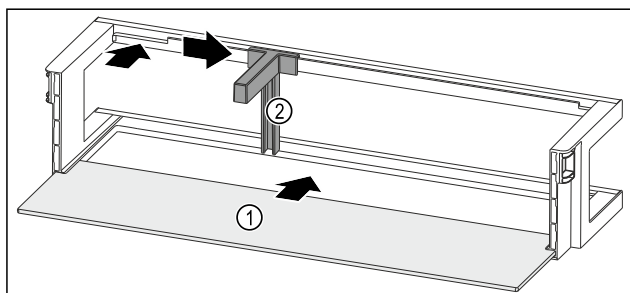

Fig. 89 Türabsteller mit Abstellfläche
- ▶ Abstellfläche *Fig. 89 (1)* in die seitlichen Einsparungen einschieben.
- ▶ Flaschenhalter *Fig. 89 (2)* in die Aussparung einsetzen.
- ▶ Flaschenhalter *Fig. 89 (2)* in gewünschte Position zur Seite schieben.